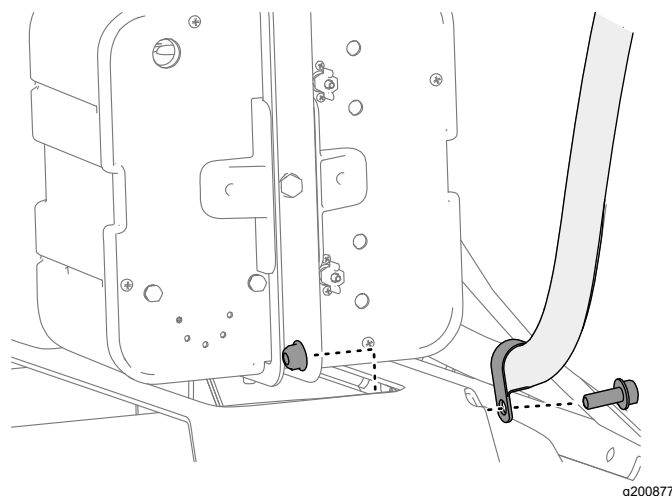

Figura 7
7. Se sulla macchina è montato un kit di lavaggio, fissate il tubo flessibile del kit di lavaggio con il serratubo a R come illustrato in Figura 7.